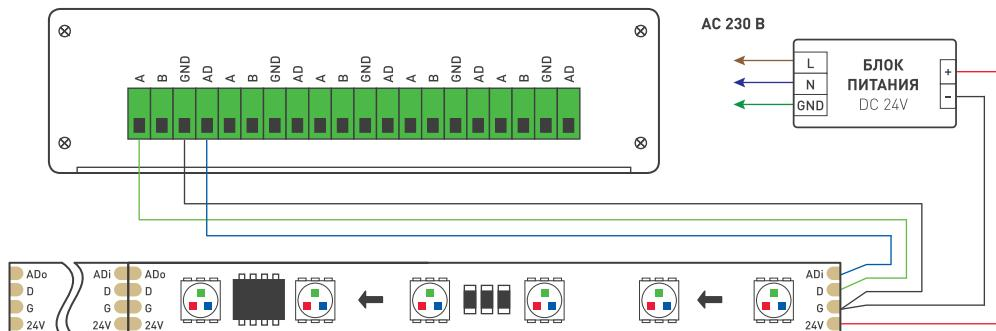

Рис. 1. Схема подключения светодиодной ленты
3.3. Подключите общий провод и сигнальные провода от входа светодиодной ленты или гибкого неона к выходу контроллера GND, DATA и AD [Рис. 1 и 2]. Учитывайте, что светодиодная лента и гибкий неон с управлением DMX имеют вход и выход. Направление передачи сигнала на ленте обозначено стрелками. Информацию о подключении гибкого неона смотрите в его руководстве по эксплуатации.